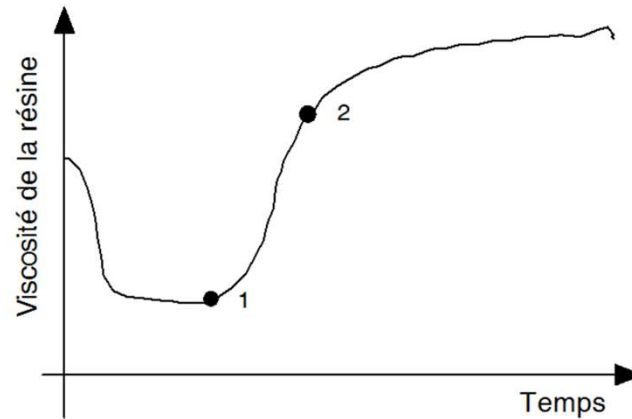

Figure 8 : Evolution de la viscosité d'une résine thermodurcissable en fonction du temps.
8. Le diagramme ci-dessous (figure 8) donne l'allure générale de la viscosité d'une résine thermodurcissable pendant sa réticulation (pré-imprégné). Que se passe-t-il aux points 1 et 2 ?